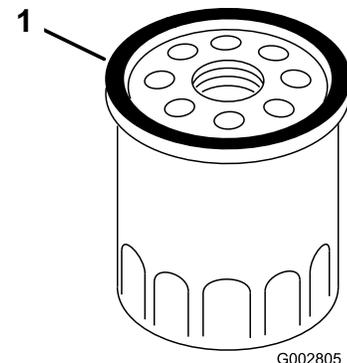

Figura 31
- Usando el dedo, unte la junta del filtro nuevo con aceite (Figura 31).